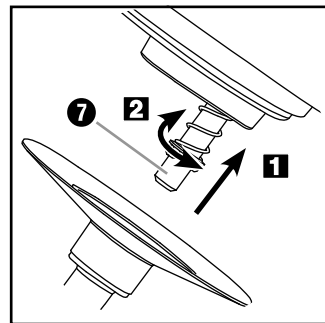

Fig. 2: montaggio degli accessori
- 6) A seconda del lavoro da svolgere, montare il gancio da impasto **10**, la frusta **11** o il frullino **12** sull'asse motore **7** (fig. 2:
- Applicare il gancio da impasto **10**, la frusta **11** o il frullino **12** (di seguito denominati "inserto") all'asse motore **7** in modo tale che entrambi i perni di metallo dell'asse motore **7** si inseriscano negli incavi dell'inserto **10** **11** **12** (fig. 2 / **1**).
- Premere saldamente l'inserto **10** **11** **12** sull'asse motore **7** in modo da comprimere la molla e ruotare nel contempo l'inserto **10** **11** **12** leggermente in senso antiorario (direzione ) (fig. 2 / **2**).